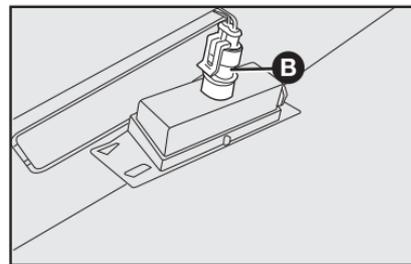

fig. 58
2) retirar la lámpara de su alojamiento **B-fig. 58**, girándola en el sentido antihorario y sustituirla.